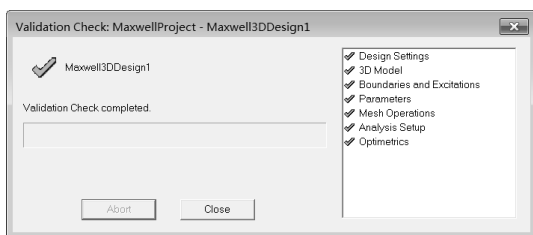

图 19-89 Validation Check 对话框
Step1：模型检查。单击工具栏上的  按钮出现如图 19-89 所示的 Validation Check 对话框，对号说明前面的基本操作步骤没有问题。